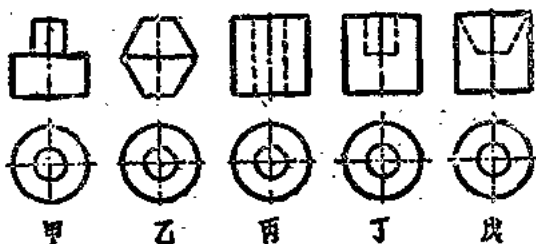

图 1-25
4. 图1-25的五个顶视图都是一样的，每个图都有两个圆圈，表示有两个圆面，因为它们的前视图不同，所以它们的形状也就差得很远。将两个视图配合着看，知道甲是大小两圆块堆起来的一个物体，乙象两个碗合起来的物体，丙是一个套筒，丁是一个杯形圆块，戊是一个碟形圆块。甲、丁两个圆都表示平面，甲向外凸出，而丁向内凸进。乙、戊两内圆是平面，内外圆面都是斜面，乙向外戊向内。丙的内外圆面是平的，内圆是空的。看了图听了讲大家该可以想得出来这些物体的形状。要学会看图就不能长久依靠模型和立体图，一定要练习到不靠立体图或模型便能想到物体的形状。